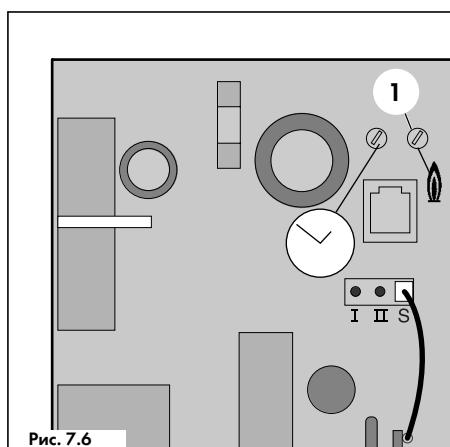

Рис. 7.6
• Повернуть отвёрткой потенциометр установки частичной мощности в режиме отопления (1, рис. 7.6) против часовой стрелки до упора;
• Медленно вращать потенциометр установки частичной мощности в режиме отопления (1, рис. 7.6) по часовой стрелке, наблюдая показания U-образного манометра;